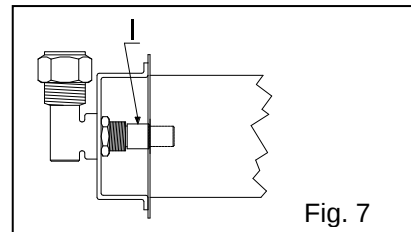

Fig. 7
5.2.2 Brûleur principal (Fig. 7)